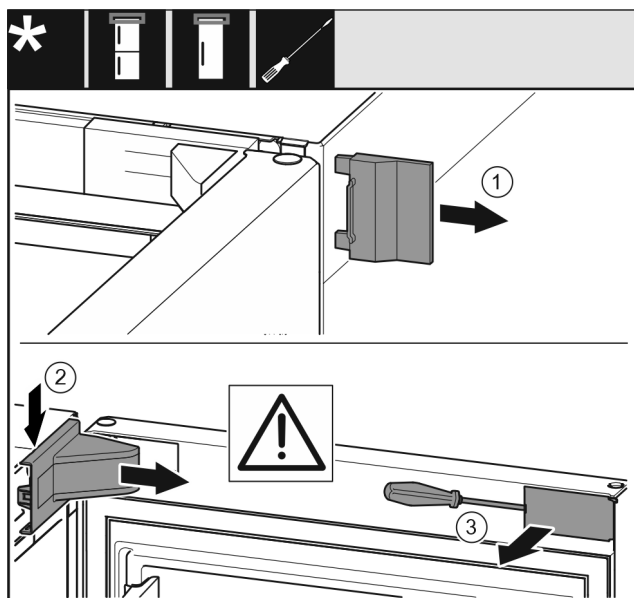

Fig. 12 *
- Buitenste afdekking Fig. 12 (1) wegnemen.*
- Lagerbokafdekking Fig. 12 (2) ontgrendelen en wegnemen.*
- Paneel Fig. 12 (3) met een platte schroevendraaier ontgrendelen en opzij draaien.*